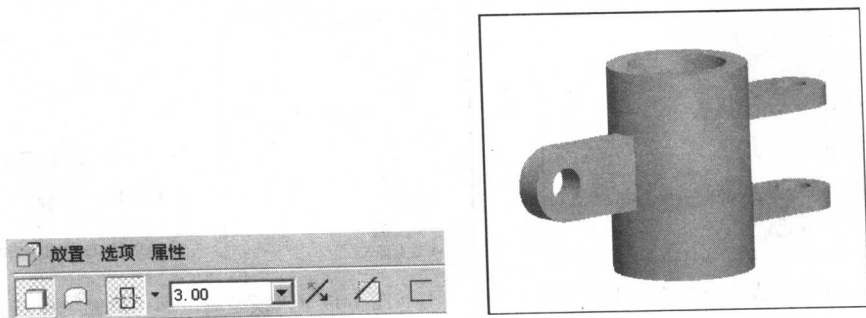

图 1-20 “拉伸”操控板和拉伸 3 效果
(20) 使用前面拉伸的方法, 对所绘草图进行拉伸设置, 在“拉伸”操控板中单击 右侧的下拉按钮, 然后选择“对称拉伸” 按钮, 并输入拉伸深度值, 然后在“拉伸”操控板右侧单击“确定”按钮, 生成拉伸 3 效果, 如图 1-20 所示。